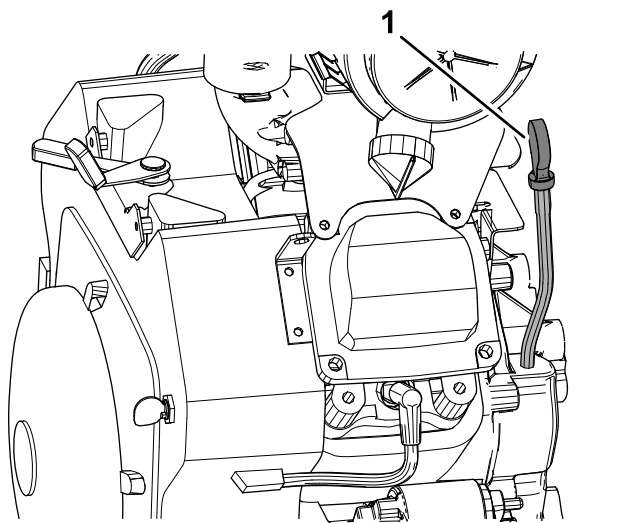
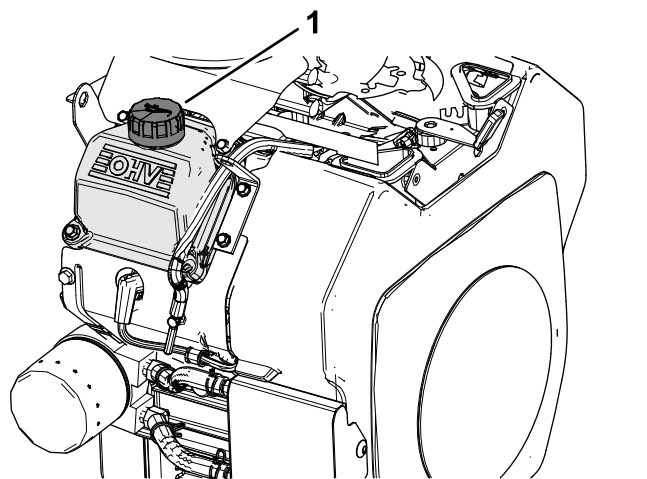

Рисунок 28
Рисунок 29
2. Очистите поверхность вокруг масломерного щупа и крышки маслозаливной горловины на крышке клапанной коробки (Рисунок 28 и Рисунок 29).
3. Извлеките щуп и очистите протрите его (Рисунок 28).